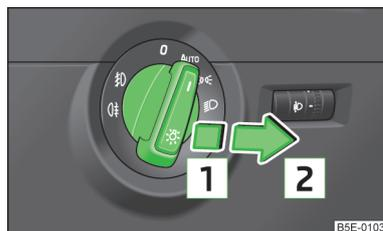

Abb. 32
- Den Lichtschalter in Stellung **AUTO**, oder » Abb. 32 drehen.
- Den Lichtschalter in Stellung **AUTO** oder  bzw.  » **Abb. 32** auf Seite 61 drehen.